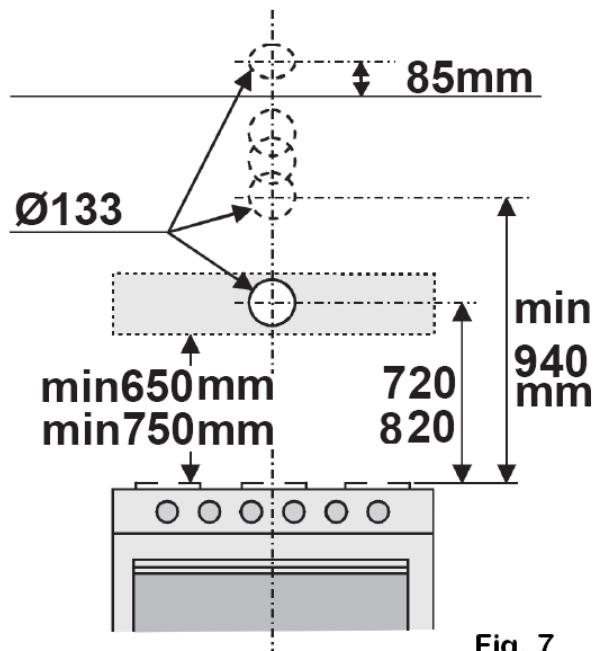

Fig. 7
- 1) Haga un agujero de 133 mm de diámetro para la evacuación del aire remitiéndose al esquema que figura a continuación (Fig. 7):